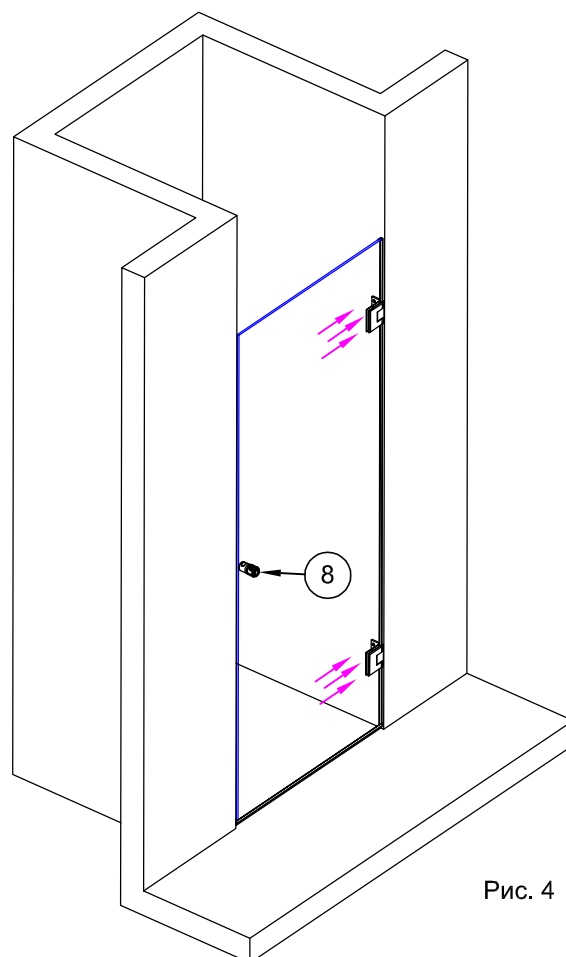

Рис. 4
1.6. Двери вернуть на место. Прикрепить петли к стене вкрутив в отверстия шурупы №10 (рис.4).